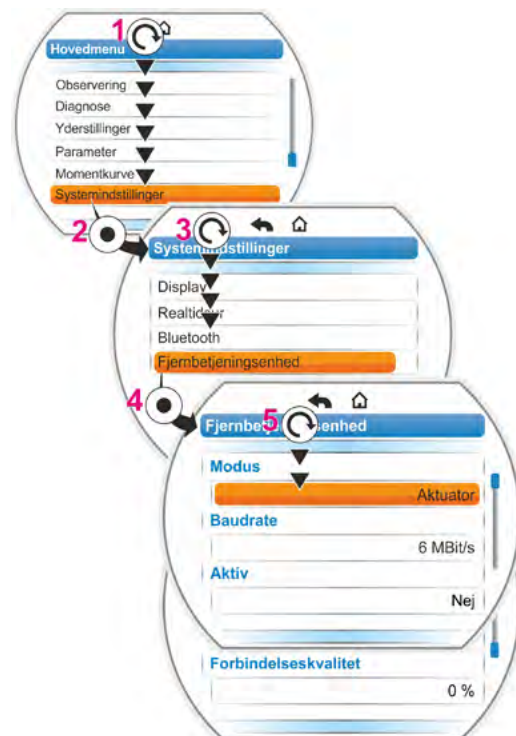

Fig. 3: Aktivér fjernbetjeningsenheden
1. Vælg "Systemindstillinger" i hovedmenuen (fig. 3 pos. 1), og bekræft (pos. 2). Menuen "Systemindstillinger" vises.
2. Placer markeringen på "Fjernbetjeningsenhed" (3), og bekræft (4). Menuen "Fjernbetjeningsenhed" vises.
3. Under „Modus“ vælges parameteren „Aktuator“ (5). Ved parametring af fjernbetjeningsenheden vælges her "Fjernbetjeningsenhed".